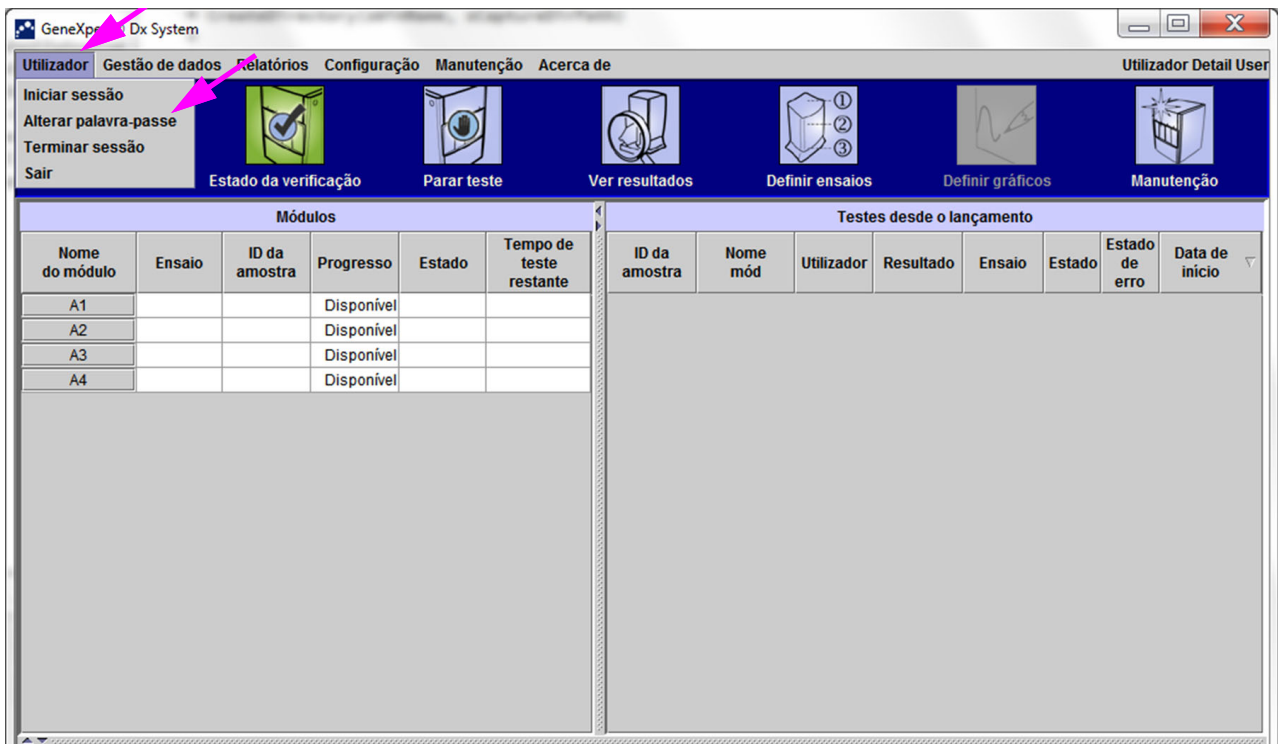
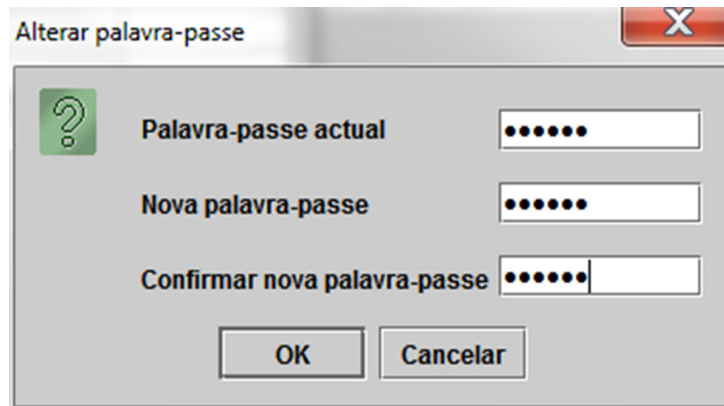

Figura 5-14. Menu Utilizador (Alterar palavra-passe)
Figura 5-15. Caixa de diálogo Alterar palavra-passe
1. Na janela GeneXpert Dx System, no menu **Utilizador**, clique em **Alterar palavra-passe**. Consulte a figura 5-14. É apresentada a caixa de diálogo Alterar palavra-passe (consulte a figura 5-15).